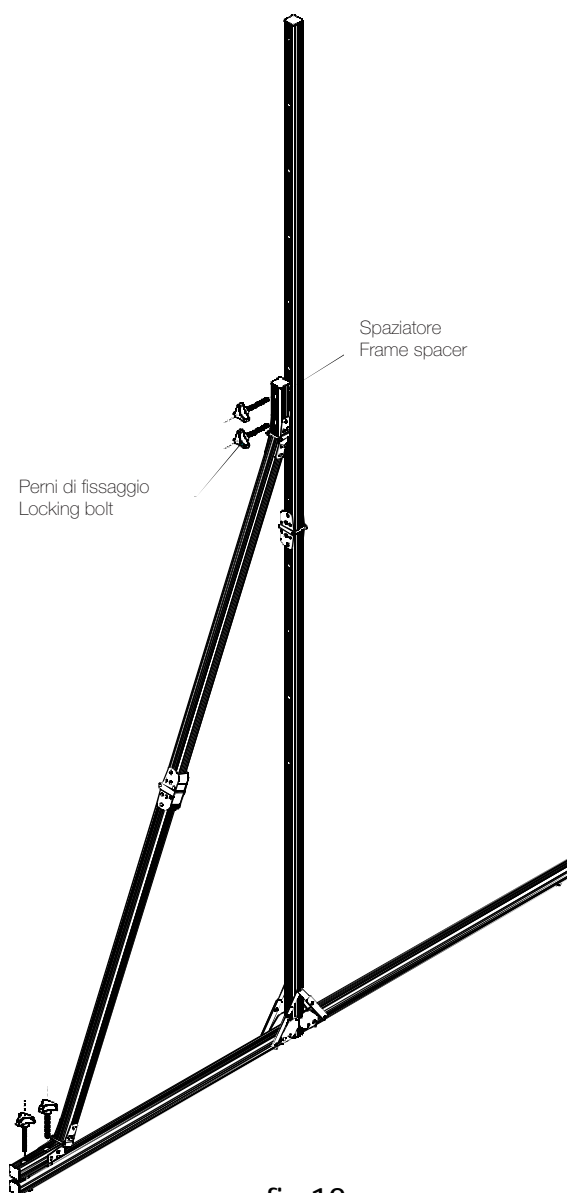

fig 12
3. Fissare le AT-Leg alle T-Leg usando i 4 perni forniti in dotazione (fig.12)
3. Attach AT-Leg to T-Leg using 4 speedy cranks per leg (fig. 12)